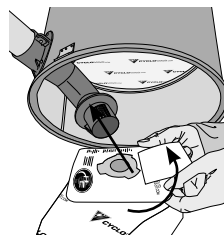

figure 18
4. Assurer l'étanchéité en insérant le sac jusqu'à la bague de rétention (**figure 18**). Effectuer une rotation du sac d'environ 20° (**figure 18**) vous assurant que les coches du sac ne sont plus alignées avec les pointes de l'adaptateur.